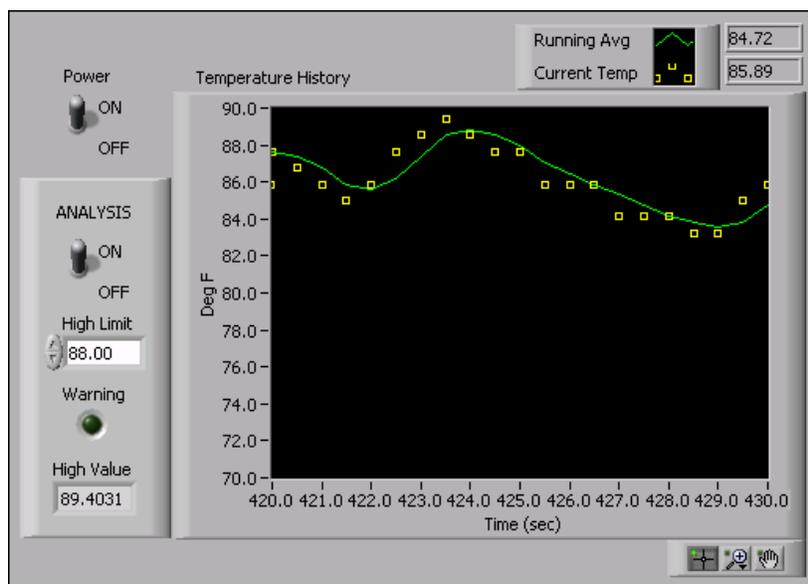

Figure 1.2
2. Modificar el panel frontal según se muestra en la Figure 1.2.